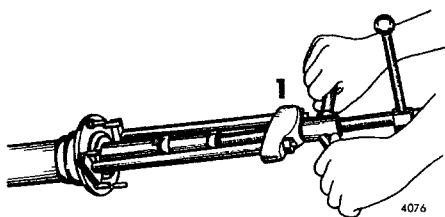

Fig 11-6. Utdragning av drivhjulsaxel
5. Dra ut drivhjulsaxeln, se fig 11-6. Samtidigt dras det koniska lagret av. Är drivhjulsaxeln av kan en ståltråd på vilken en ögla gjorts, skjutas på den kvarvarande axeländan så att den kan dras ut ur differentialen. Finns splitter kvar inne i drivaxeln måste denna demonteras, tas isär och göras rent.
1. Dra ut drivhjul saxlarna, se fig 11-6. Samtidigt dras det koniska lagret av.